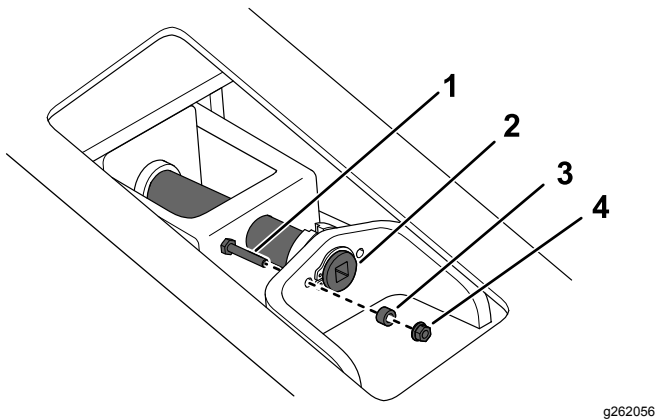
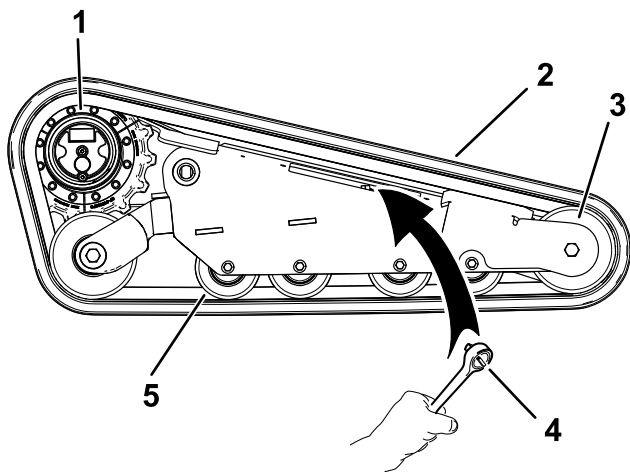

Figura 69
Figura 71
6. Retire el perno de bloqueo, el espaciador y la tuerca (Figura 69).
8. Alinee la muesca más próxima del tornillo tensor con el taladro del perno de bloqueo, y fije el tornillo con el perno de bloqueo y la tuerca (Figura 69).
7. Usando una llave de carraca de ½", alivie la tensión en la oruga girando el tornillo tensor en sentido horario (Figura 69 y Figura 71).
1. Pase la oruga nueva alrededor de la rueda delantera (Figura 71).
2. Empuje la oruga por debajo de y entre las ruedas de rodaje y colóquela alrededor del bastidor (Figura 71).